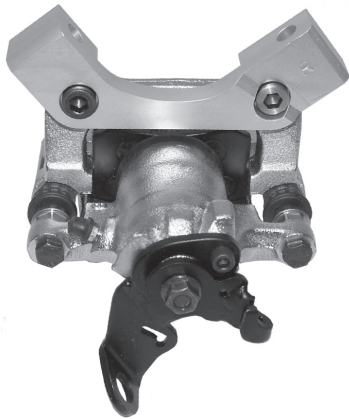

Fig. 6
- Place the caliper bracket on the caliper as in Fig.6 shown and torque the slightly oiled screws up to 70Nm (52 ft/lbs). Avoid any mistakes by verifying that you use the left hand bracket along with the left hand caliper.
- Setzen sie die Halterung wie in Fig.6 gezeigt auf den Bremssattel und ziehen die leicht geölten Schrauben mit einem Drehmoment von 70Nm fest. Achten Sie darauf, den linken Halter auch mit dem linken Bremssattel zu paaren und umgekehrt.